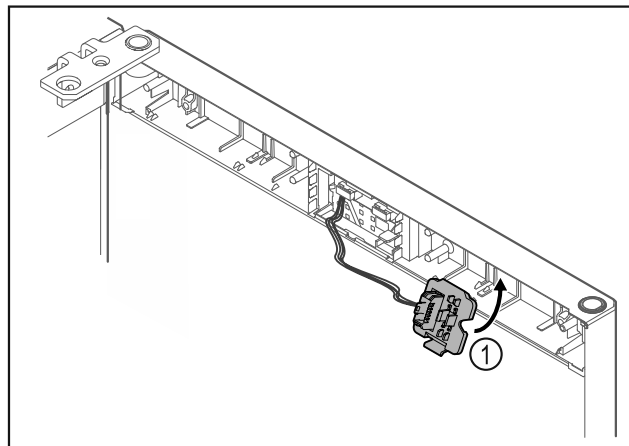

Fig. 25
- ▶ Užfiksukite kištuko laikiklį Fig. 25 (1) priešingoje pusėje.